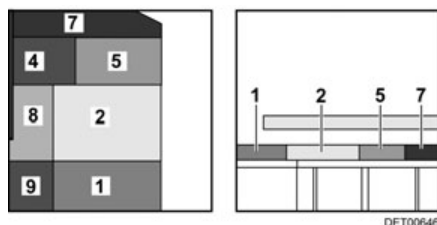

Fig. 144 Après la transformation
- Placer le coussin supplémentaire (Fig. 144,7) sur la table.
- Placer les coussins supplémentaires (Fig. 144,4 et 5) sur la table, derrière le coussin supplémentaire.
- Tirer le coussin d'assise (Fig. 144,2) vers l'avant.
- Placer le coussin de dossier (Fig. 144,1) entre le coussin d'assise et la paroi arrière.
- Placer les coussins supplémentaires (Fig. 144,8 et 9) entre la cloison latérale et les coussins disposés sur la table et le plateau d'assise.